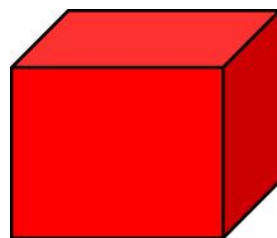

图 3.3 5cm 正方体
(6) 比赛过程中，所有参赛人员需站在场地围栏外，除紧急处理情况下的裁判员其余所有人员禁止进入正在比赛中的场地。
(7) 投放物资由比赛队伍自行准备，规格为 5cm 的正方体如图 3.3，颜色分别为黑、白、红、黄。